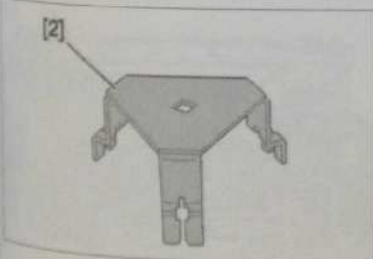

Fig. 56
- [2]. Clé de dépose-pose de la bague-écrou du module jauge/pompe à carburant (réf : 1607) (Fig.56).